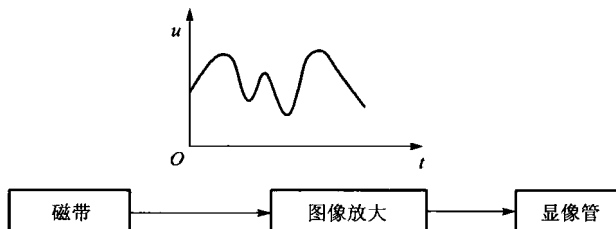

图 0.3 图像重放过程示意图
b. 图像重放的过程。简单的图像重放过程如图 0.3 所示。磁头从磁带上读取图像信号,进行电压放大及功率放大之后,去驱动负载(显像管)工作。